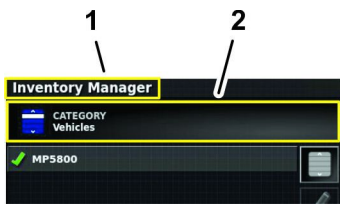

Рисунок 98
5. Если категория типа информации (например, материалы, специальные сопла, поля, рабочие задания, границы полей, линии АВ и кривые), которую вы экспортируете, не отображена в значке категории, нажмите этот значок (Рисунок 98).